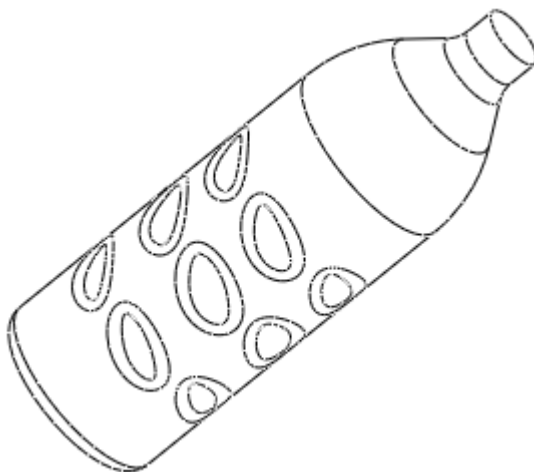

图 3-219
- (4) 单击阵列特征操控板中的按钮，完成阵列特征，结果如图 3-219 所示。